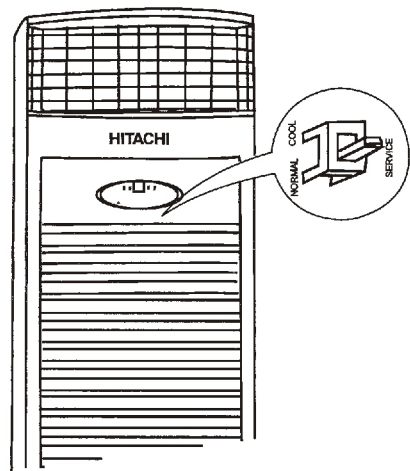

图 15
- (1) 此开关(如图 15)为仅供安装人员安装后检验试机用的连续运转开关，平时用户不能使用此开关。
- (2) 当使用此开关后，应急开关及遥控器将不能控制机组。
- (3) 试机后应确保此开关处“NORMAL”(正常)位。
- (1) 检查用户的电气部件（主电源开关、保险丝、电线、接线端子等）是否与机器铭牌上的要求相符。
- (2) 检查并确认电源电压与额定电压的差值在额定电压的 $\pm 10\%$ 以内。
- (3) 应采用独立的电源供电并带有独立的空气开关。如图15。
- (4) 接地必须安全，可靠，正确无误。
- (5) 电气参数详见表3。